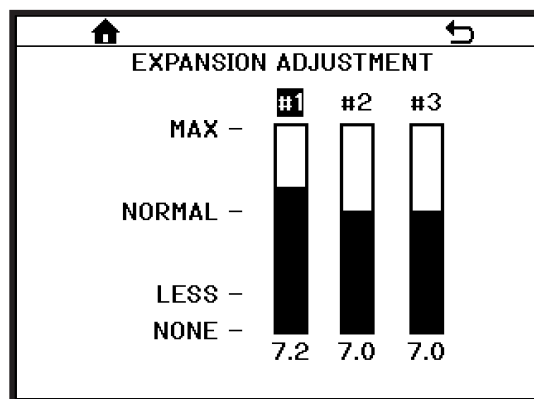

Figura 7.21
- AJUSTE DE LA EXPANSIÓN: Sirve para ajustar la cantidad de gas de una bebida (Figura 7.21). El rango de valores está limitado en función del gas configurado y del tipo de bebida.
AJUSTE DE EXPANSIÓN (Figura 7.21) - La cantidad de gas que va en la bebida puede ser ajustada en este menú. El ajuste va de "MAX" o Máximo (niveles altos de gas, alta expansión) a "LESS" o Menos (niveles más bajos de gas, baja expansión). Seleccione el número de barril y ajuste las barras del gráfico hacia arriba o hacia abajo.